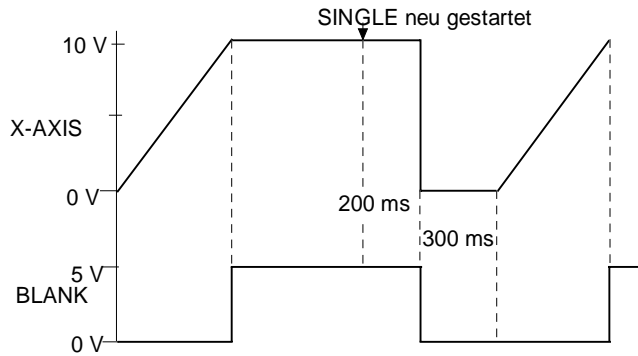

Bild 2-38 Signalbeispiel Sweep: MODE = SINGLE, BLANK TIME = LONG
**SINGLE** Einzelablauf vom Startpunkt zum Stoppunkt. Bei Auswahl von SINGLE wird der Ablauf noch nicht gestartet. Es erscheint unterhalb der MODE-Zeile die ausführbare Funktion EXECUTE SINGLE SWEEP , mit der der Ablauf gestartet werden kann (siehe Bild 2-38).